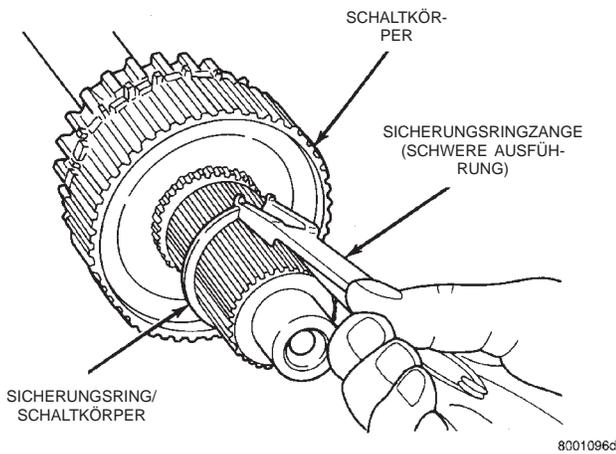

Abb. 28 Sicherungsring für Schaltkörper ausheben
(1) Den Sicherungsring des Schaltkörpers mit einer schweren Sicherungsringzange ausheben (Abb. 28).